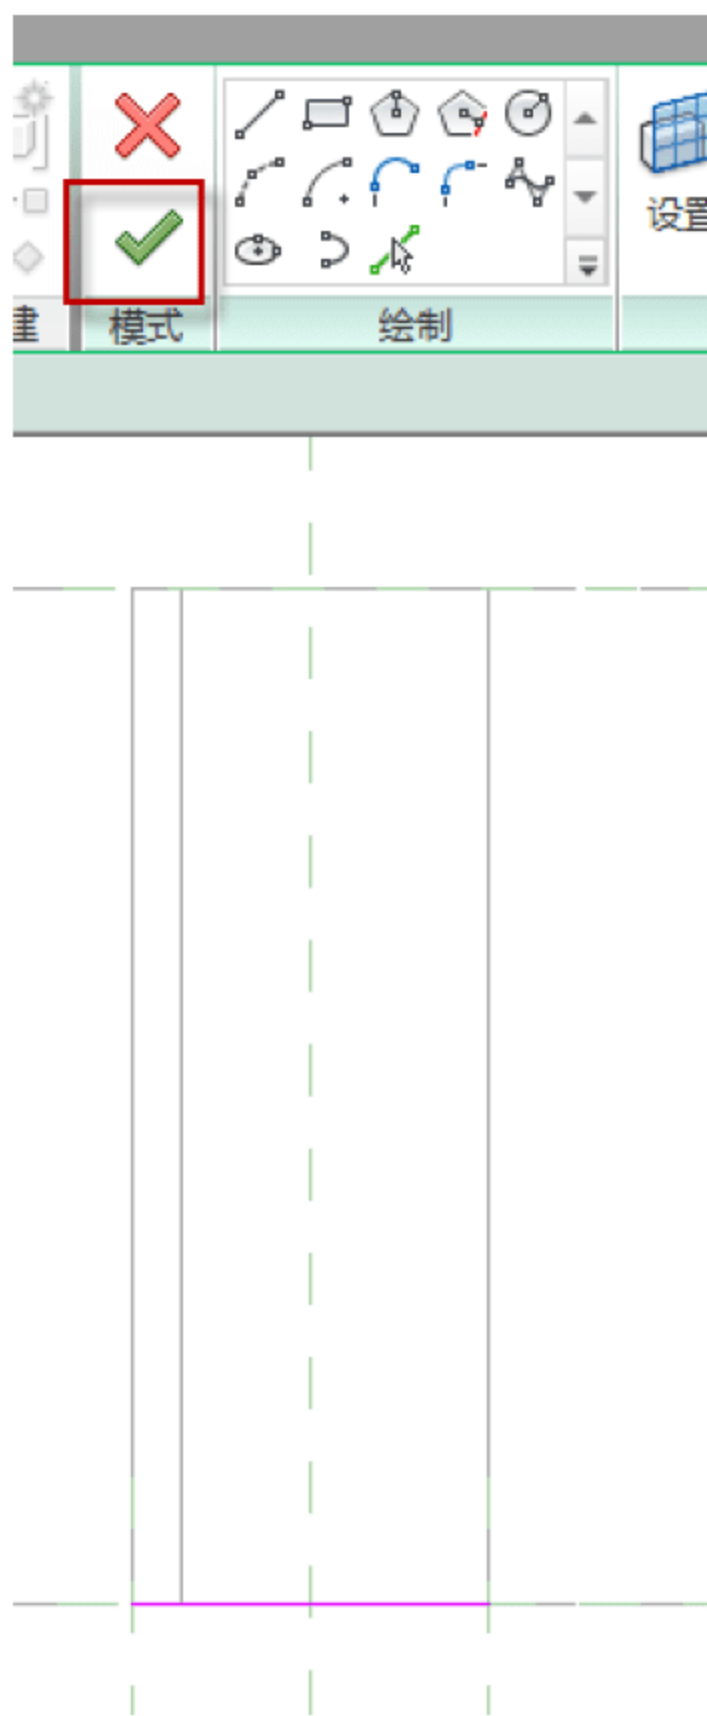

图 12.3.47 完成突出屋面风道的绘制
(11) 完成突出屋面风道的绘制。在上下文关联选项板中单击√按钮，完成柱的绘制，如图 12.3.47 所示。